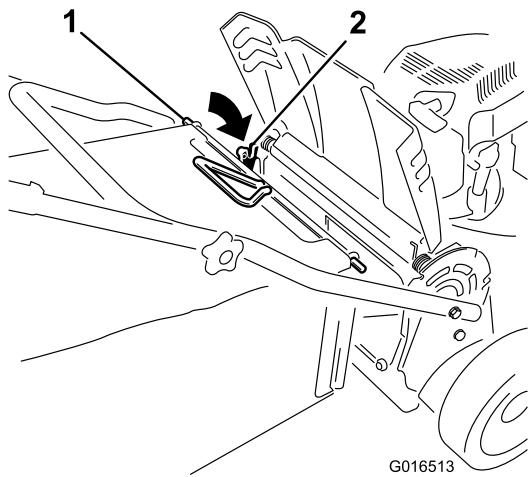

Figura 26
- Installate l'asta del cesto nelle tacche alla base della maniglia e spostate il cesto avanti e indietro per accertare che l'asta sia posizionata a fondo in entrambe le tacche; vedere Figura 26.